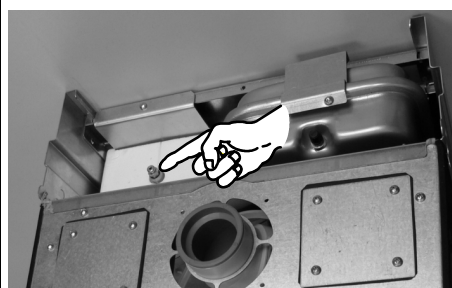

Figura 9.5 Raccordo di sfiato.
- 3 Per facilitare lo svuotamento, allentare il raccordo di sfiato mini accumulo, posto sul mini accumulo nella parte superiore della caldaia in **Figura 9.5**